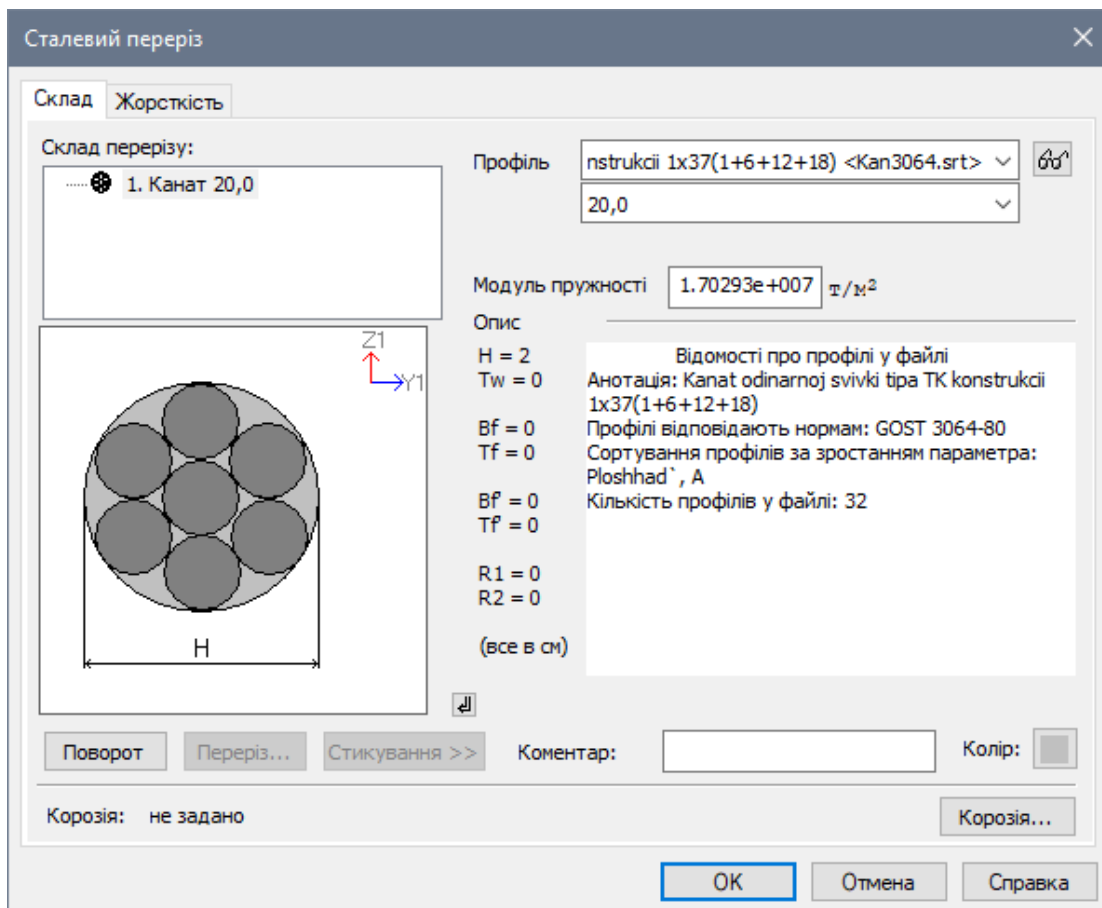

Рис. 8.13. Діалогове вікно Сталевий переріз
- В діалоговому вікні **Сталевий переріз**, що з'явилося (рис. 8.13) задайте параметри перерізу **Канат**: